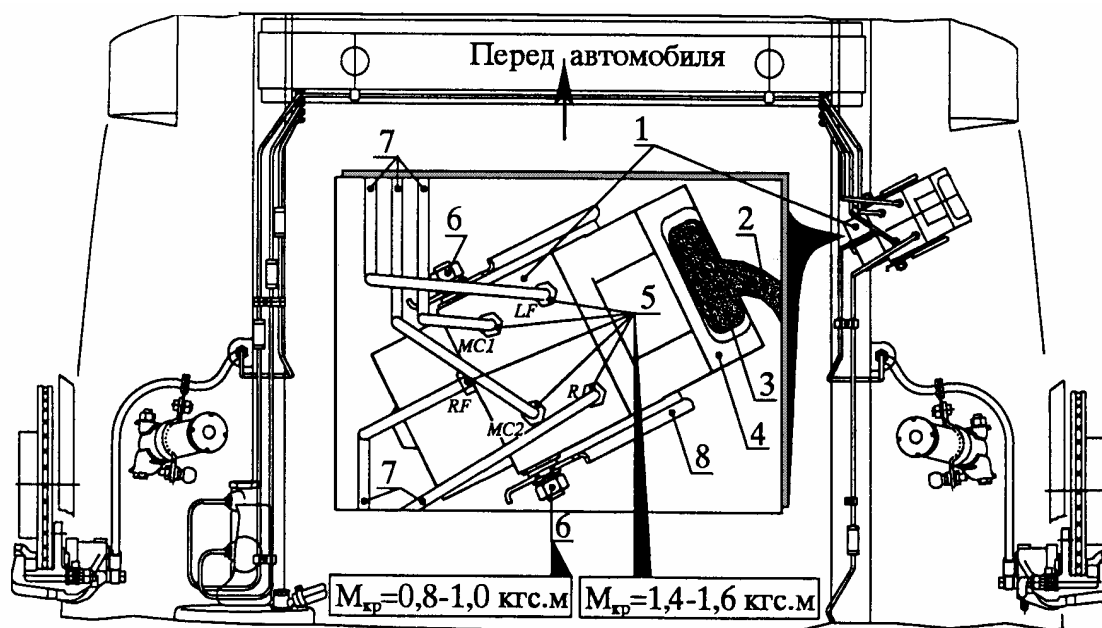

Рис. 15. Замена гидроагрегата:
6.13. Снять неисправный гидроагрегат 1 (рис. 15) с автомобиля